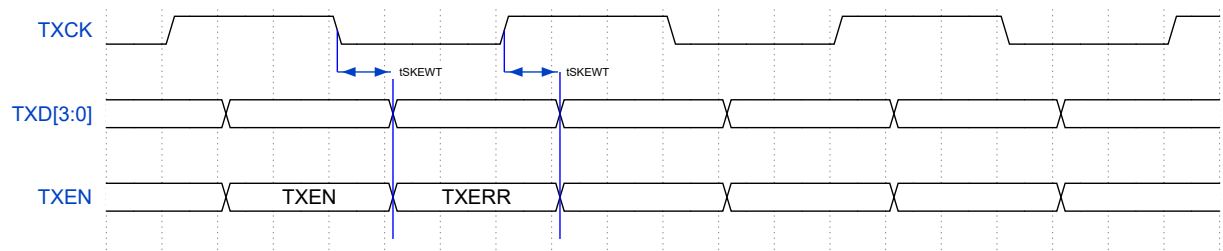
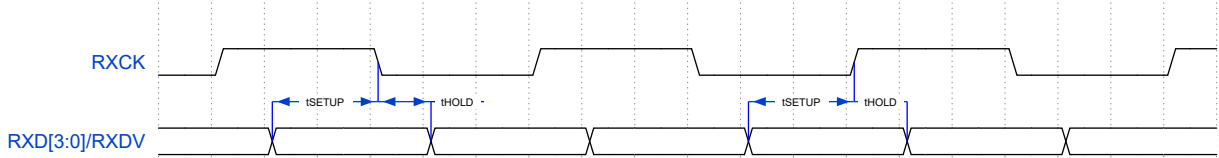

图 21: RGMII 发送信号时序图
图 22: RGMII 接收信号时序图
4.17.1.2 RGMII 接口 RGMII 接口对应时序如图 21,图 22和图 22。